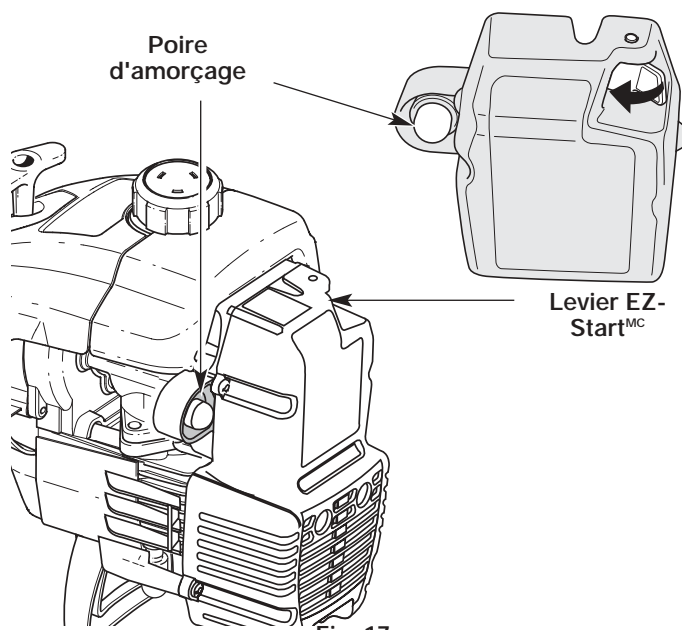

Fig. 17
3. Enfoncez complètement la poire d'amorçage et relâchez-la lentement 10 fois de suite. Vous devriez voir du carburant dans la poire (Fig. 17). Si vous ne voyez rien, appuyez trois (3) fois de plus ou jusqu'à ce que le carburant apparaisse.
4. Poussez le levier EZ-Start^{MC} vers la gauche jusqu'à ce qu'il émette un déclic et se verrouille (Fig. 17).
6. Appuyez sur la manette des gaz pendant 5 à 10 secondes pour réchauffer le moteur. Le levier EZ-Start^{MC} devrait se dégager automatiquement (Fig. 17).